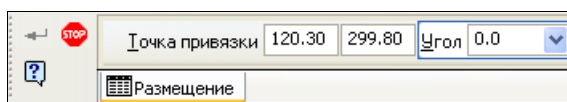
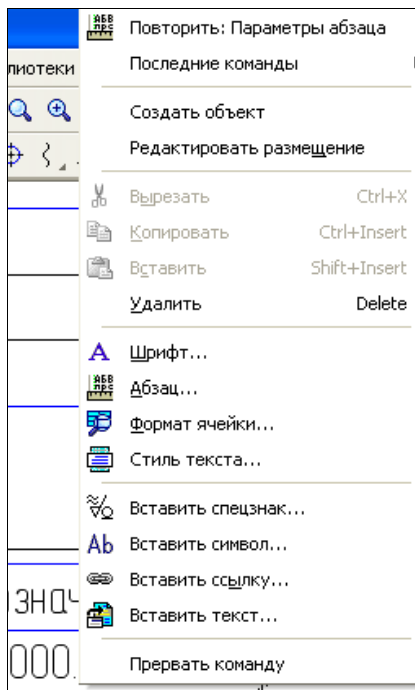

Рис. 24.2. Панель свойств в режиме создания таблицы
Рис. 24.6. Контекстное меню ячейки таблицы
- ♦ Панель свойств приобретает вид, показанный на рис. 24.2, с элементами управления, рассмотренными в табл. 24.1;
- щелкните ПК мыши и из контекстного меню (рис. 24.6) выберите команду **Редактировать размещение**. На Панели свойств появятся элементы управления размещением таблицы (см. рис. 24.2);
Установка параметров абзаца в таблице проводится точно так же, как при вводе текста. Для этого выделите, например, ячейку контекстного меню (см. рис. 24.6), вызовите команду **Абзац** . Система выведет диалоговое окно **Параметры абзаца**, где вы должны установить необходимые параметры и нажать кнопку **ОК**.
- ◆ нажмите ПК мыши и вызовите контекстное меню (см. рис. 24.6). В контекстном меню выберите команду **Копировать (Вырезать)**;